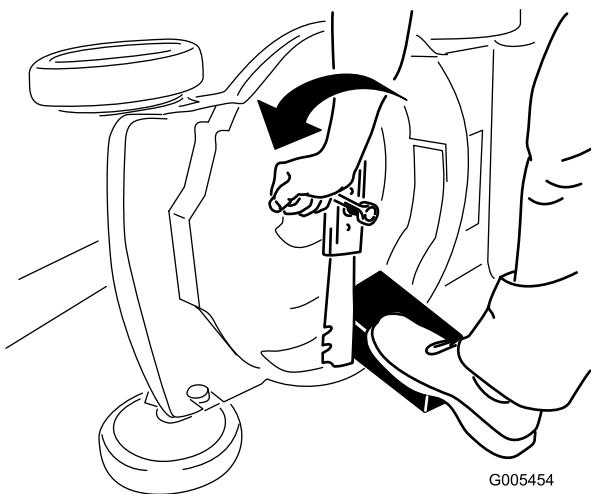

Bild 52
4. Nehmen Sie das Messer ab und bewahren Sie alle Befestigungsschrauben auf (Bild 52).
3. Stabilisieren Sie das Messer mit einem Holzblock (Bild 52).